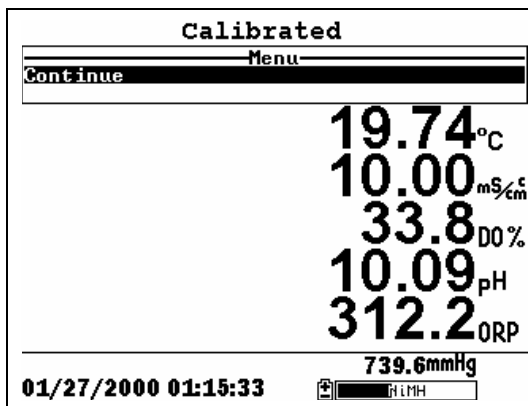

图 6.6 标定
9. 察溶氧饱和度读数。如果读数在 30 秒内没有显着变化，则按 **Enter** 键。屏幕会显示标定已被接受，然后提示按 **Enter** 键继续，参见图 6.6